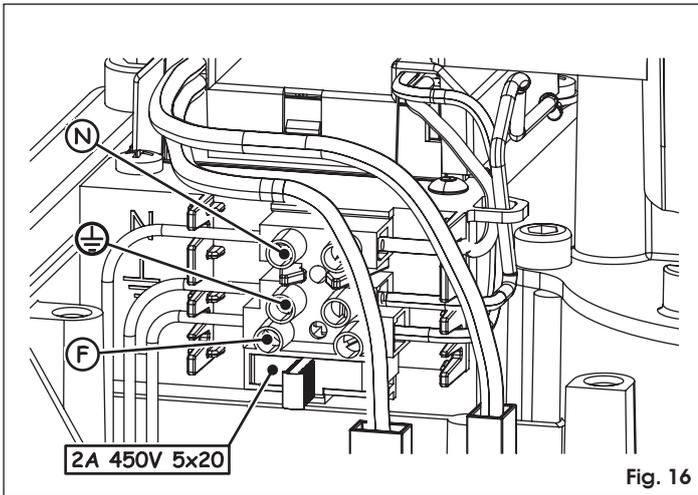

Fig. 16
2. Connecter le câble d'alimentation, d'après la Fig. 16. Connecter également le fil de mise à la terre. Vérifier l'introduction correcte des fils du câble d'alimentation dans le "connecteur plat" pour leur blocage Fig. 16.